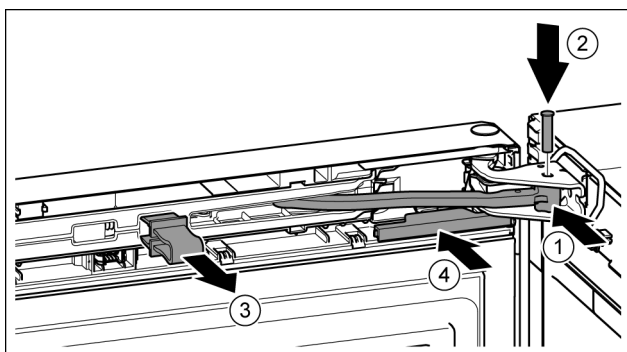

Fig. 22
- ▶ Otočte kloub ve stojanu ložiska. Fig. 22 (1)
- ▶ Vložte čep do stojanu ložiska a kloubu. Přitom dávejte pozor, aby byla zajišťovací vačka správně usazena v drážce. Fig. 22 (2)
- ▶ Pojistku vytáhněte. Fig. 22 (3)
- ▶ Kryt nasuňte. Fig. 22 (4)